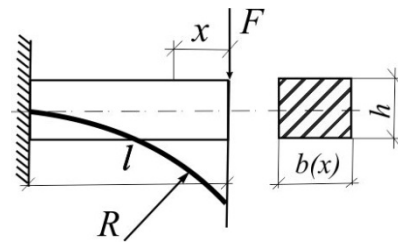

Рис.4.4
**4.3. Как должна изменяться ширина поперечного сечения балки  $b(x)$  при постоянной высоте  $h$ , чтобы изогнутая ось балки была дугой окружности радиуса  $R$  (рис.4.4).**